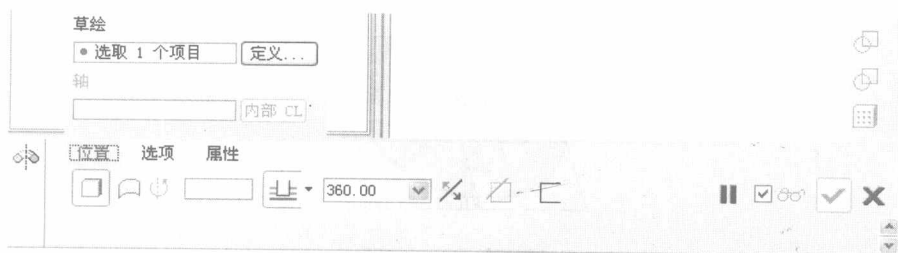

图 1-5 “位置”上滑面板
(1) 单击  (旋转工具) 按钮，打开旋转工具操控板。
(2) 在操控板中， (实体) 按钮处于被选中状态。单击“位置”标签，打开“位置”上滑面板，如图 1-5 所示。